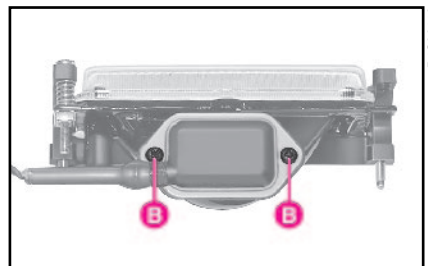

fig. 23
2) afloje los dos tornillos **B-fig. 23** y quite la protección de goma;